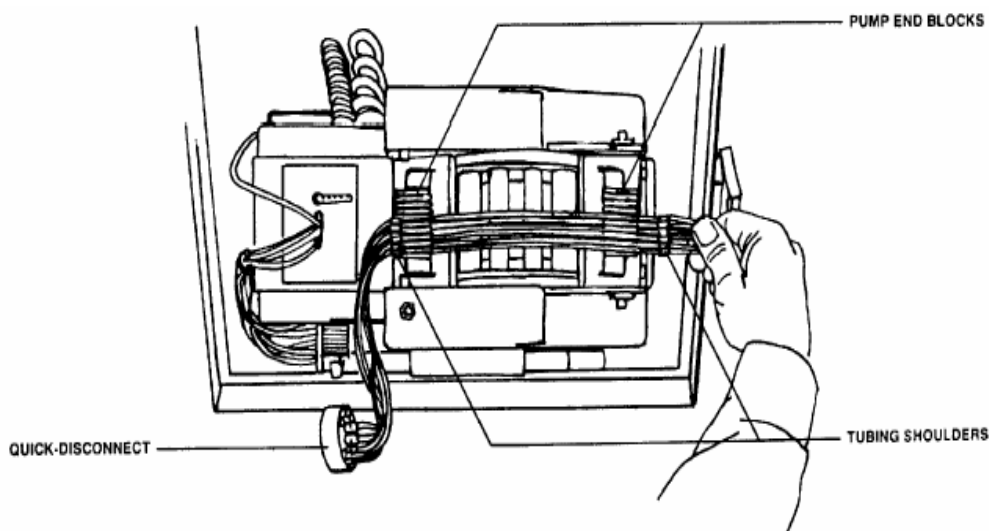

图 4-6 泵体软管套具的安装
1. 如图4-6所示，左手抓住软管套具的快速断开端，右手抓住软管套具的自由端。
2. 连接从3#电磁阀通用端口“C”到快速断开装置上钼酸盐反应池的软管，钼酸盐软管定位于硫酸管线和草酸管线的中间、快速断开装置的锁扣末端，同时应安装一个通空气软管，即开放式软管，见图4-6。